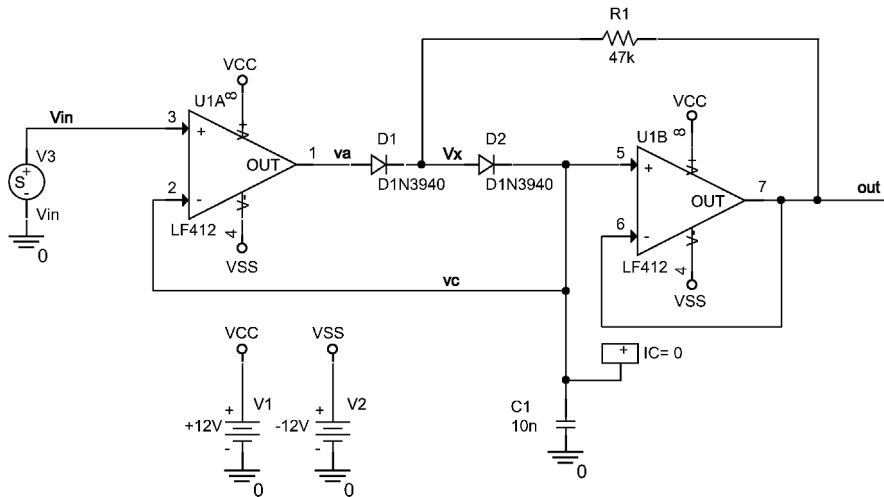

图 7.13 峰值检波电路
如图 7.13 所示为峰值检波电路, 其中输入信号源  $V_{in}$  由 Sourcstm 库中的激励源编辑器生成, 或者为 file 文件输入的时间 - 电压波形。下面对以上两种方式进行详细讲解。
1. 创建名称为 Peak Detector 的仿真项目, 然后绘制如图 7.13 所示的电路图。如果用户所用仿真软件为演示版, 运算放大器型号选择 uA741。